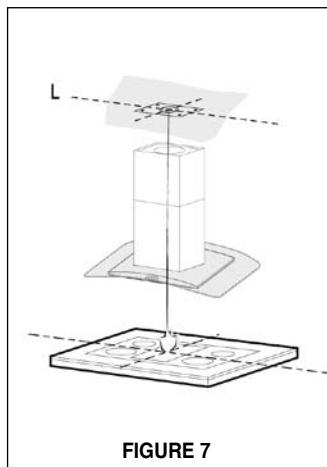

FIGURE 7
3. Un gabarit (**L** de la **FIGURE 7**) pour installer le support est fourni avec ce dernier. Utiliser ce gabarit pour marquer les trous du support au plafond.
4. Déterminer et faire toutes les coupes nécessaires pour les conduits. L'ouverture du conduit est illustrée sur le gabarit (**L** de la **FIGURE 7**). Installer les conduits avant de fixer le support. Le conduit n'est pas dans le centre exactement de le treillis.